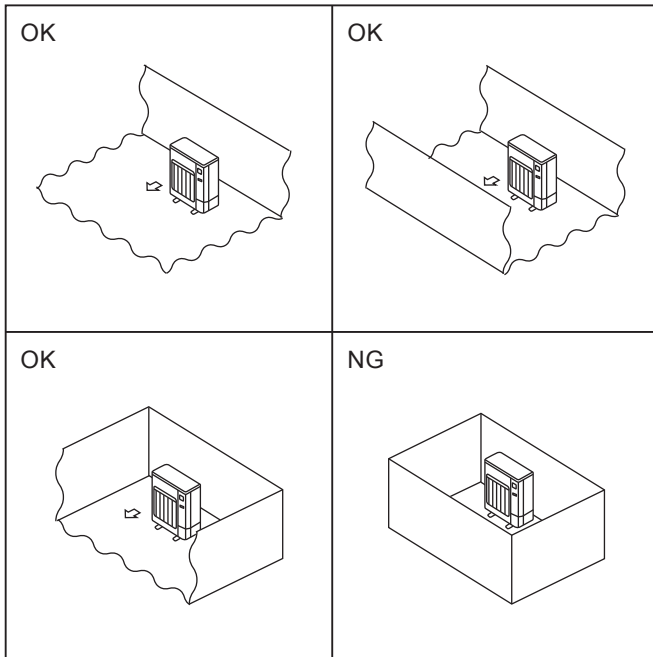

Fig. 2-1
- Ⓞ Installare unità esterne in un luogo in cui sia aperto almeno un lato su quattro e in uno spazio di grandezza sufficiente e privo di depressioni. (Fig. 2-1)